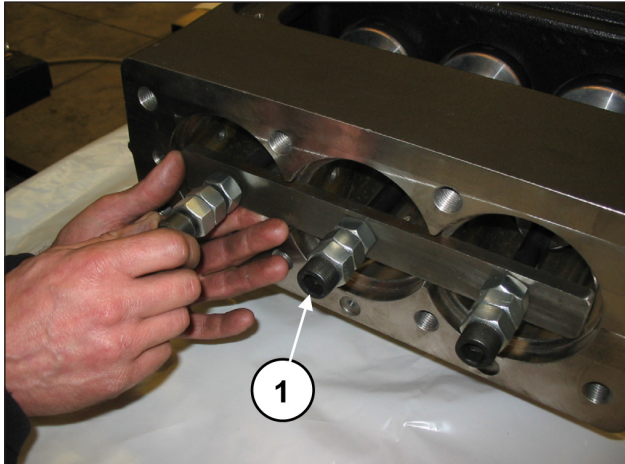

Fig. 38
Desplazar las semibielas hacia la parte hidráulica y bloquearlas con la herramienta específica (cód. 27566200) (pos. ①, Fig. 38).